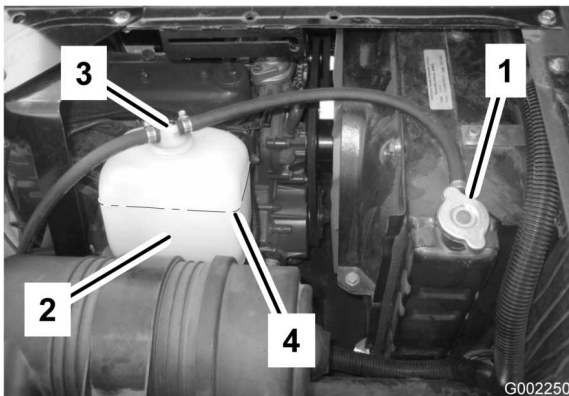

Bild 53
2. Nehmen Sie den Kühlerdeckel ab, wenn der Motor kalt ist (Bild 53).